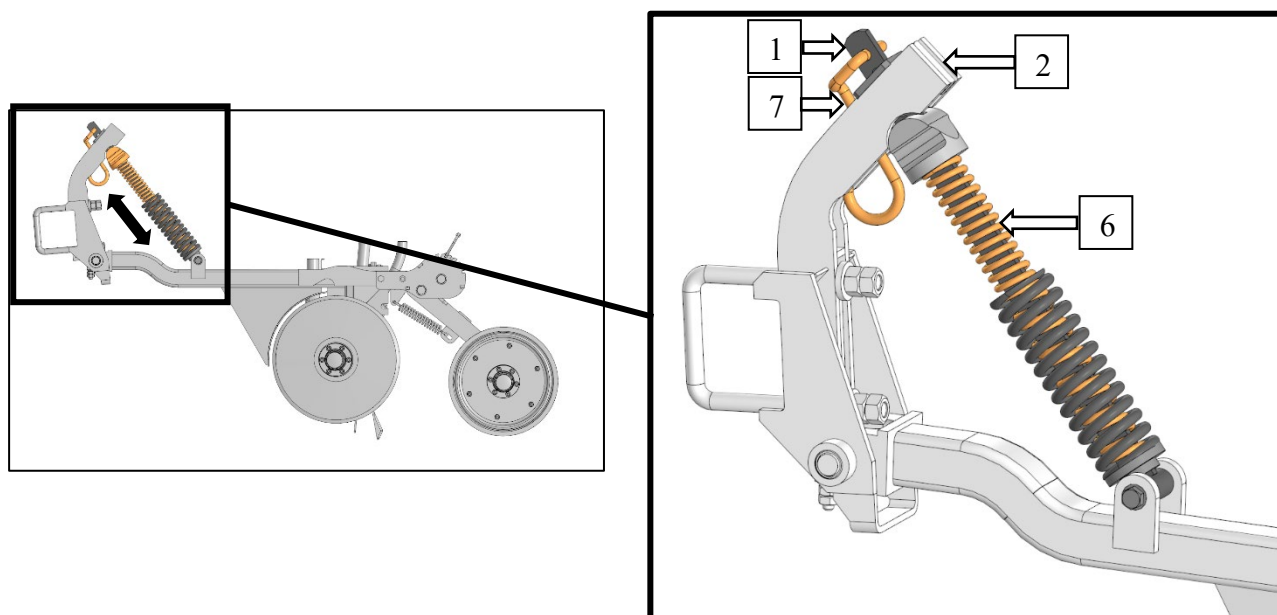

Рисунок 50 – Второе положение
Второе положение – упор (3) извлечён, фиксатор (7) установлен в верхнее отверстие тяги (1). В таком положении давление на сошник снижено, нагрузка распределяется через пружину (6), рис. 50.